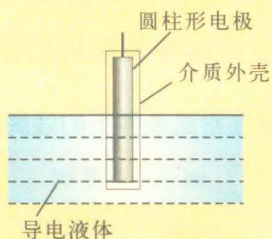
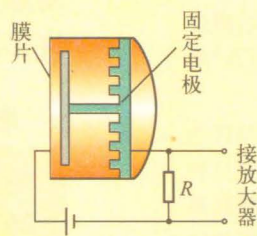

图3-1-5 电容式液位计
图3-1-6 电容式话筒
3. 图3-1-5是电容式液位计的原理图。把一个圆柱形的金属电极用绝缘材料包裹起来作为探头，插入导电液体表面，导电的液体构成另一电极，用这样的装置，就能测量液面的高低。图3-1-6是电容式话筒的原理图，膜片与固定电极构成一个电容器，用直流电源充电，当声波使膜片振动时，电容发生变化，电路中可以形成变化的电流，于是电阻 R 两端就输出了与声音变化规律相同的电压。试分析这两个敏感元件的工作原理，它们改变电容的方式有何区别？